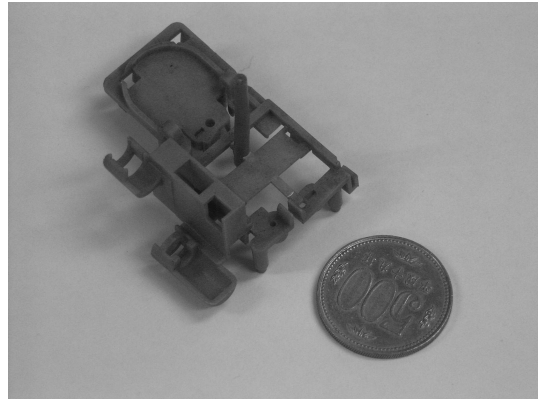
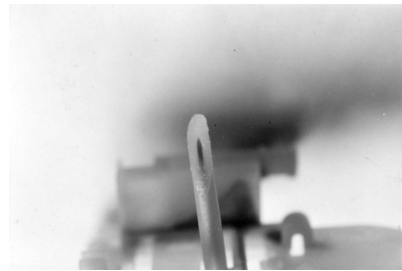

図2 【ハンディトライ】による成形品
図3 流動層とスキン層の関係
の長さで決まるが、しょせん手動であるがゆえ、本機の射出圧力 (300 kgf/cm^2) は通常成形機の射出圧力 ($2,000 \text{ kgf/cm}^2$ ~) の7% 前後と極端に低い。そのような成形機でも成形を可能にするには、いかにして「射出衝撃を吸収させない」かが重要であり、図2の成形品 (PP) をもって検証した。
図3は可視化が不可能とされた流動層とスキン層の関係を示す。両者の関係は概念や文献では一般的であるが、視覚での検証は難しい。本機での検証方法は図1の左下ポット内のノズル側 (下層) に透明樹脂を入れ、その上に黒色樹脂を入れる。図2で使用した金型で成形した。射出するとノズル側の透明樹脂が金型内に入り込み、その後、流動層を黒色が通過する。外形 $\phi 3 \text{ mm}$ のスプルーを斜断面にして流動層とスキン層を写し出した。射出速度により異なるが、流動層外径は平均 0.8 mm と以外と細い。スキン層と流動層の間に半溶融層も確認された。